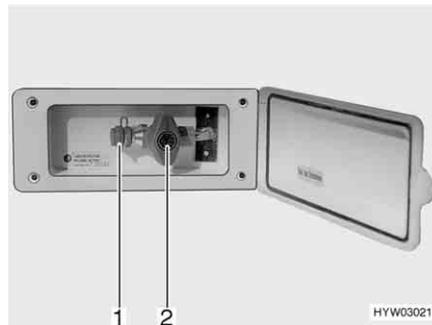

Fig. 144 Raccordement externe de gaz avec robinet d'arrêt de gaz fermé
Le raccordement externe de gaz (Fig. 144) se trouve, selon les modèles, à l'arrière ou sur le côté gauche ou droit du véhicule.
- Raccorder l'appareil à gaz externe sur le raccord (Fig. 144,1).
- Ouvrir le robinet d'arrêt de gaz (Fig. 144,2).